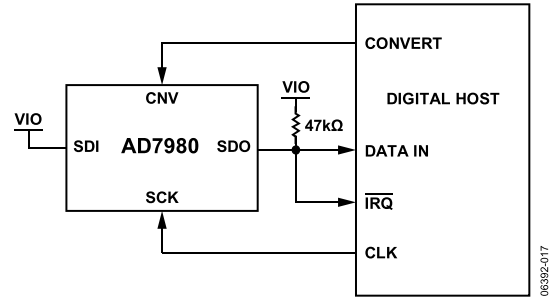
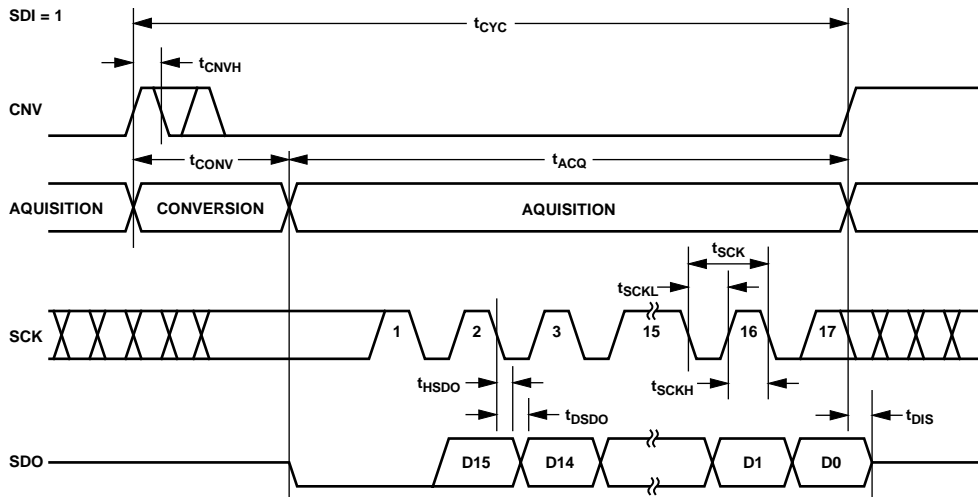
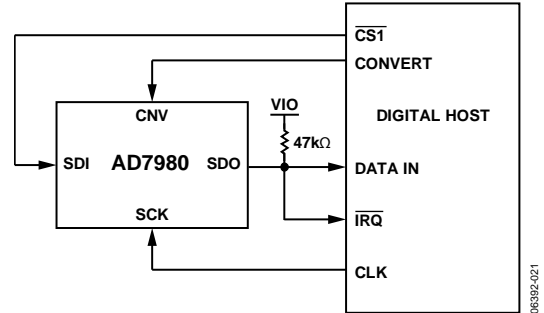
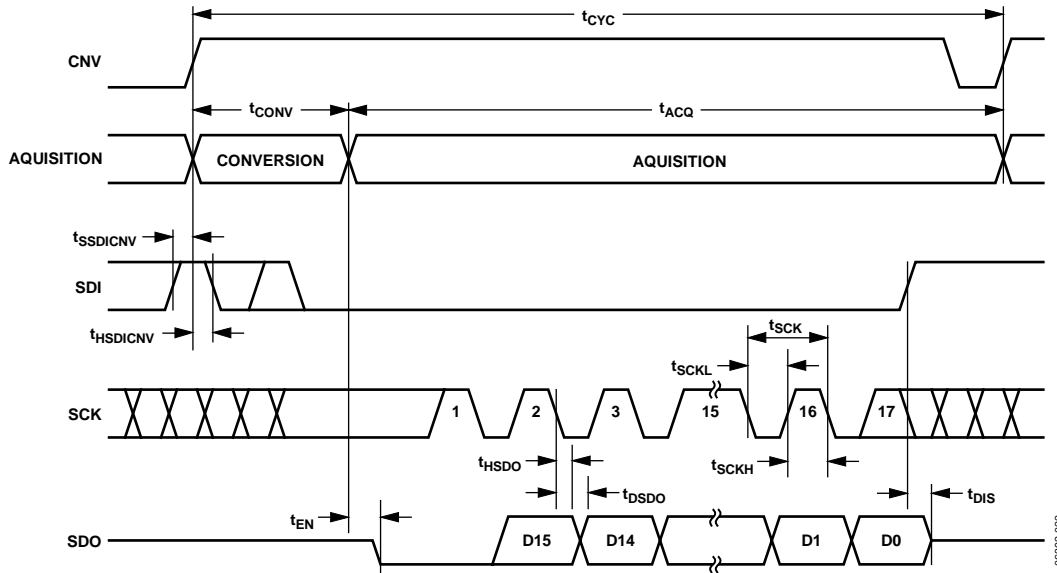

图33. \overline{CS} 模式(三线式且有繁忙指示)连接图(SDI高电平)
图34. \overline{CS} 模式(三线式且有繁忙指示)串行接口时序(SDI高电平)
图37. CS模式(四线式且有繁忙指示)连接图
图38. CS模式(四线式且有繁忙指示)串行接口时序
- \overline{CS} 模式下，如果ADC转换结束时CNV或SDI为低电平(参见图34和图38)。
连接图如图33所示，相应的时序如图34所示。
连接图如图37所示，相应的时序如图38所示。